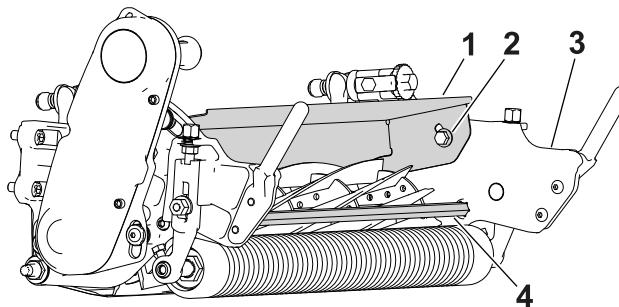

Figura 18
- Desaperte os parafusos que fixam o resguardo de relva (Figura 18) à unidade de corte.